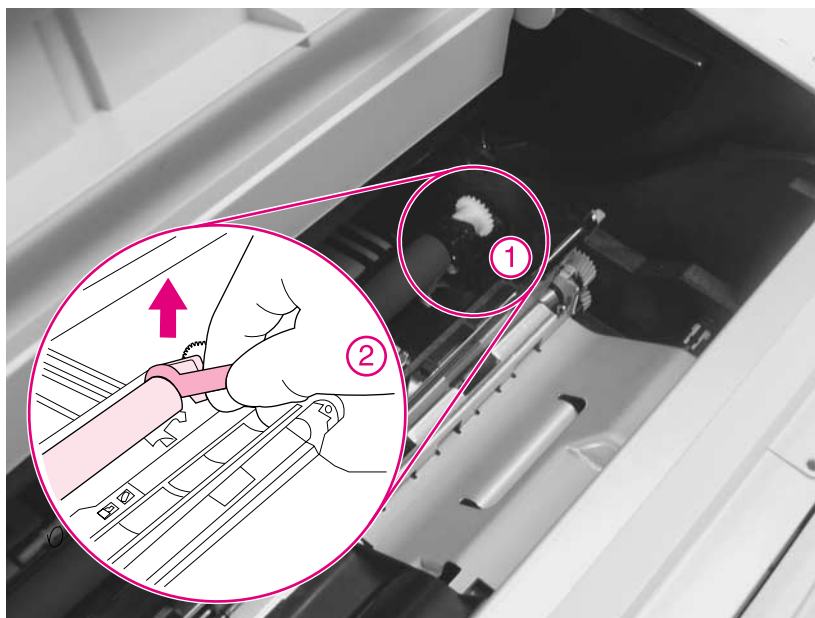

Figura 3
- 3 El rodillo de transferencia está sustentado en la parte derecha por un clip con bisagras (Figura 3, elemento 1). Utilice la herramienta para extraer el rodillo de transferencia para enganchar el eje de metal de la parte izquierda de este clip (detalle 2) y tire del rodillo de transferencia hacia arriba para liberarlo del clip con bisagras.